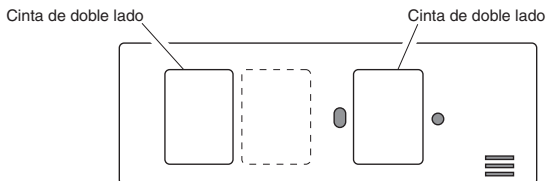

Figura 6
- Quite la capa protectora de una cara de las dos tiras de la cinta engomada por los dos lados, y aplique la cinta a la parte posterior del prolongador de la campana como se indica en la Figura 6.